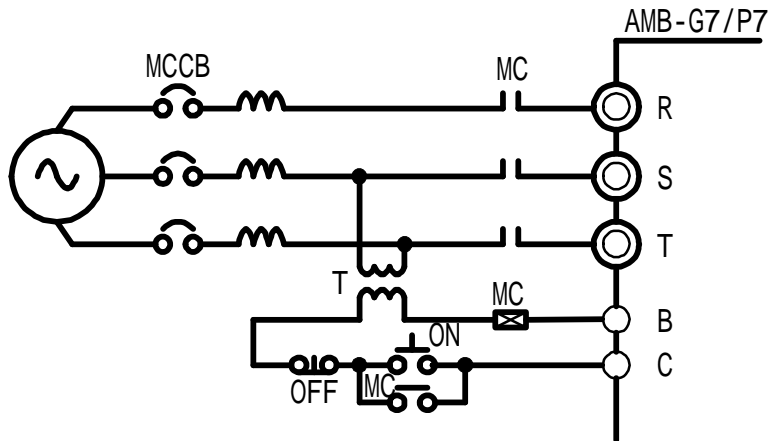

图 3-7 接入输入断路器
- ① MCCB 的容量应为变频器额定电流的 1.5~2 倍。
- ② MCCB 的时间特性要满足变频器的过流保护（150%的额定电流/1 分钟、180%的额定电流/2 秒钟）特性。
- ③ MCCB 与两台以上变频器或其他设备共用时，可按图 3-7 连接，将变频器故障输出继电器触点接入电源接触器将输入电源断开。